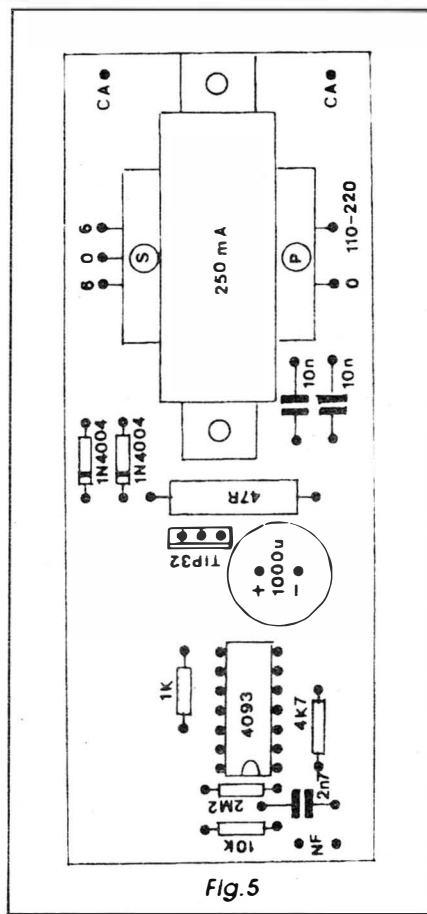

Fig.5
- FIG. 5 - CHAPEADO DA MONTAGEM (MÓDULO A) - A face não cobreada da placa do SISERA-A é vista no diagrama, já com todas as principais peças devidamente inseridas nas suas posições definitivas... Todos os componentes estão identificados pelos respectivos códigos, valores, polaridades e outras informações visuais importantes, de modo que é só seguir o diagrama com atenção... Como sempre, recomendamos especiais cuidados com os componentes polarizados, que não podem ser inseridos em posição diversa da